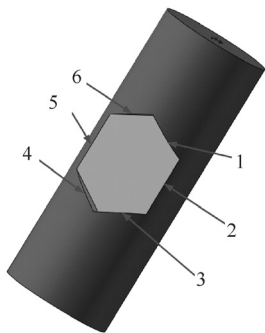

图 9-50 打开的文件实体
2) 在“修补边界”选项组中,单击依次选择图 9-50 所示的边线 1、边线 2、边线 3、边线 4、边线 5 和边线 6,其他设置如图 9-51 所示。